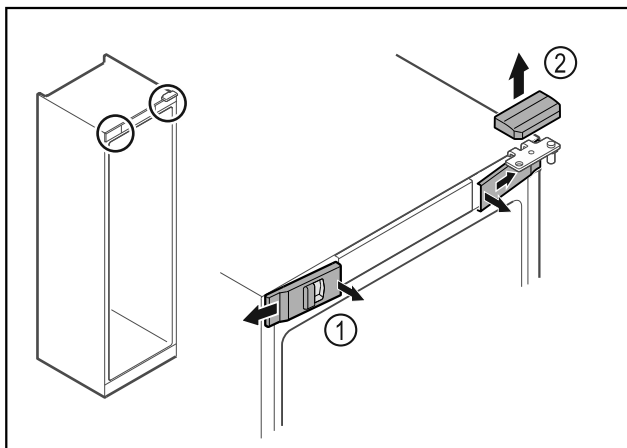

Fig. 16
- ▶ Передние крышки Fig. 16 (1) освободите от фиксации с внутренней стороны и отведите в сторону.
- ▶ Движением вверх снимите верхнюю крышку Fig. 16 (2).